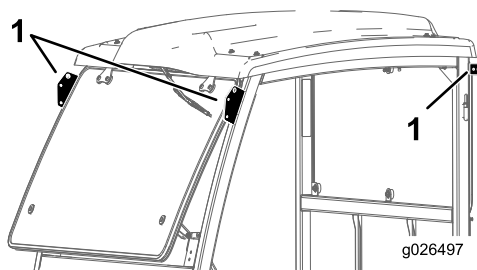

图4
1. 利用提升点将驾驶室机架提起，然后将其放在机器上（图4）。